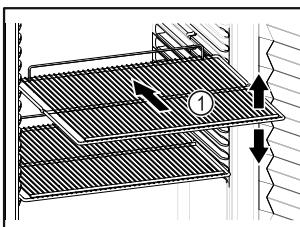

Fig. 62 Приближене відображення
- Якщо рештки для зберігання Fig. 62 (1) знімні, відрегулювати по висоті.